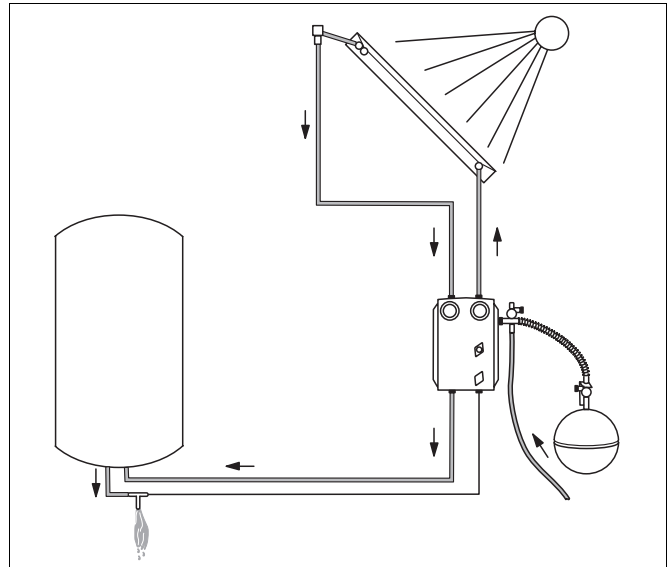

Abb. 15 Spülen des linken Teilsystems
- Linkes Teilsystem mit Leitungswasser spülen (Abb. 15). Beim Spülen sicherstellen, dass der Systemdruck nicht überschritten wird.